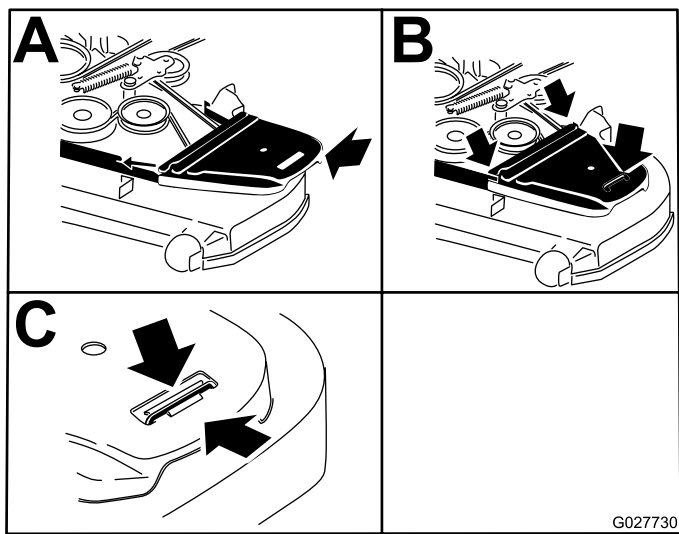

Figura 88
14. Montate i copricinghia (Figura 88).